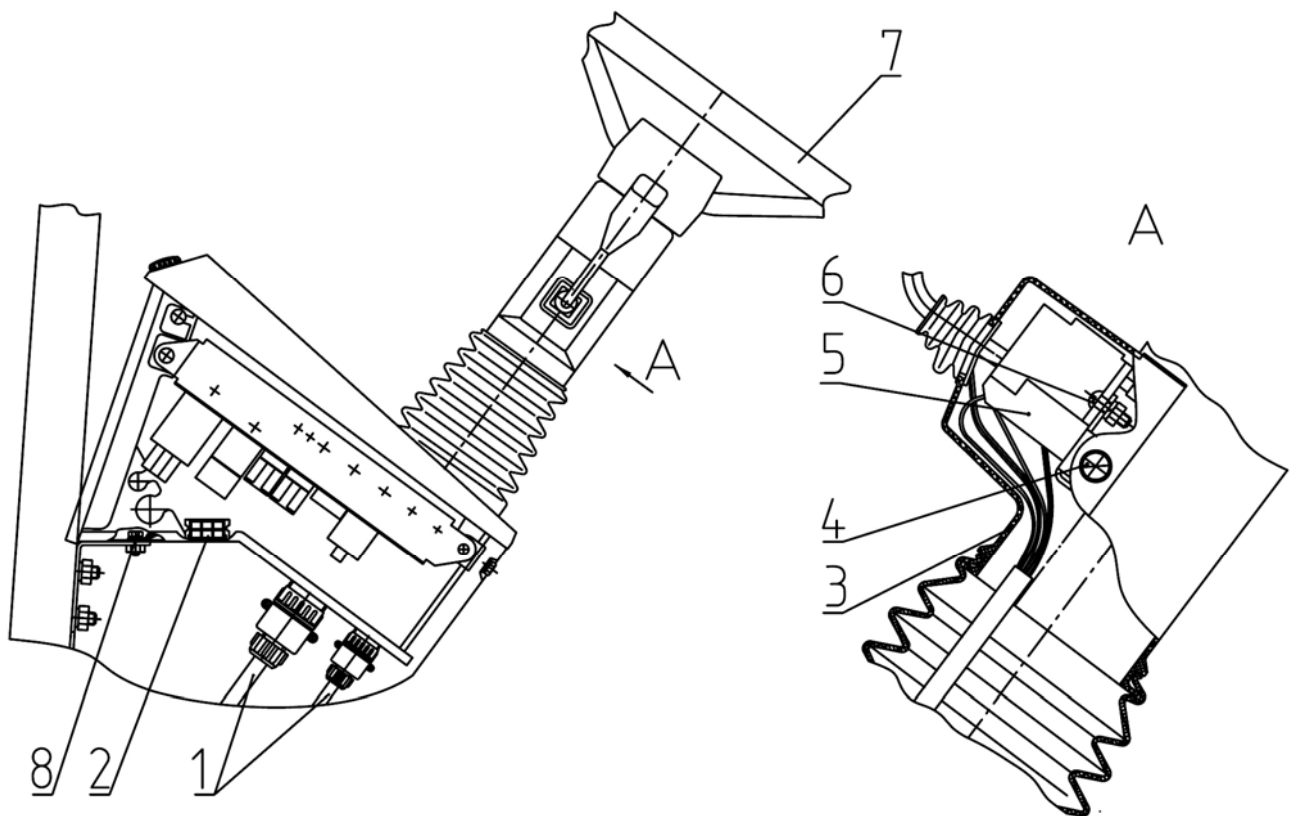

Рисунок 10.5
- 2) отсоедините от щитка приборов разъемы (1) по двигателю и трансмиссии (**рисунок 10.5**);
- 3) отсоедините от колодки (2), жгута щитка приборов, колодку жгута крыши кабины;
- 4) снимите пластмассовый кожух (3), предварительно отвинтив винты (4) его крепления;
- 5) снимите подрулевой переключатель (5) вместе с кожухом (3), предварительно отвинтив винты (6) крепления переключателя;
24) для замены реле (37) фар дорожных, отсоедините от них колодки жгута, отверните крепящие реле винты (36) и заменить реле;
25) для замены подрулевого переключателя (5) (рисунок 10.5), снимите втулку (38), отсоедините жгут переключателя от жгута щитка приборов и замените переключатель.